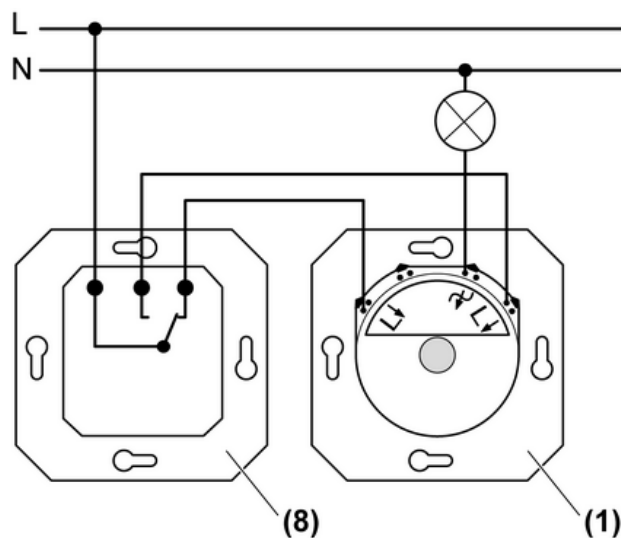

Afbeelding 2: Aansluitschema
- (1) Dimmer
- (7) Aansluitleiding uit de steekklem losmaken
- Dimmer conform aansluitschema aansluiten (afbeelding 2).